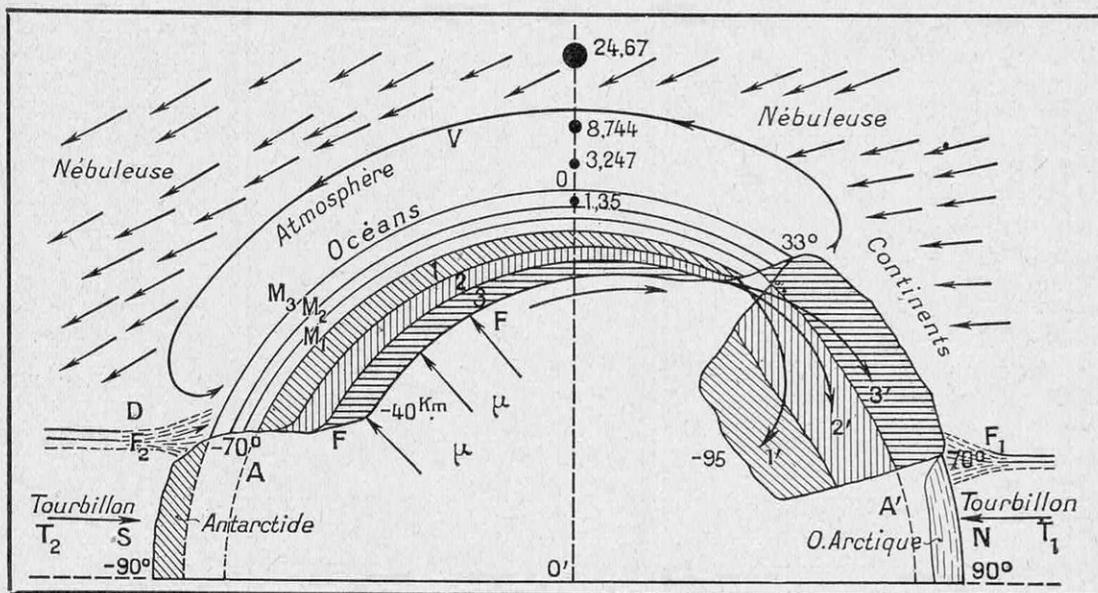

FIG. 3. — DEMI-COUPÉ DU SPHÉROÏDE TERRESTRE AU MOMENT DU DÉLUGE AUSTRAL PRIMITIF QUI CREUSE LE FOND DES MERS ET ÉDIFIE LES CONTINENTS
La figure 3, présentée à l'Académie des Sciences le 25 mai 1936, figure la demi-coupe du sphéroïde terrestre au moment du déluge austral primitif. Le noyau anhydre primitif avait alors un diamètre AA' nettement supérieur à celui qui est figuré dans la figure 2.
Dans la figure 3, j'ai supposé trois couches d'érosion 1, 2, 3 correspondant aux niveaux M_1, M_2, M_3 des mers primitives. Les couches d'érosion diminuent d'épaisseur en allant vers le nord, parce que l'élargissement des parallèles depuis 70° sud diminue la vitesse de l'eau allant du sud au nord sur le noyau AA' , et parce que la chaleur de ce noyau évapore une partie de cette eau. Il est facile de voir que la masse 2 érodée se superposera au nord à la masse 1 et que,
Revenons maintenant aux enseignements que nous allons encore tirer de la figure 3. On y lit que l'ensemble 1', 2', 3' de la masse continentale provenant des masses 1, 2, 3, les plus légères du noyau primitif, doit avoir une densité moyenne plus faible que le fond des mers μ, μ qui remontera par *isostasie* jusqu'à son niveau actuel. J'ai pu calculer que la plus grande profondeur d'érosion du déluge austral primitif a été de 40 km, puisque les géophysiciens américains ont trouvé que le niveau de *compensation isostatique* est, sous les continents, au niveau — 95 km. Mais il faut définir ces deux termes : *isostasie* et *compensation isostatique*.
Pratt — qui, le premier, parla d'isostasie — était dans le vrai quand il pensa qu'à l'origine les couches terrestres augmentaient de densité en profondeur : c'est sa théorie que nous adopterons exprimée par les couches 3, 2, 1 de la figure 3. Mais, après Pratt, Airy — suivi par Suess — a adopté une autre théorie de l'isostasie exposée ici même par le professeur Houllevigue (1). D'après la figure 3, il semble bien que le fond des mers australes doit être plus dense que celui des mers boréales. Comment vérifier cette induction ? En mesurant l'intensité g de la pesanteur à la surface des mers.
Finalement, les continents émergent des mers parce qu'ils sont moins denses que le fond des mers jusqu'au niveau — 95 km de compensation isostatique. Or, la figure 3 montre que le fond des mers ne provient pas des mêmes parties du noyau que les continents ; il y aurait donc le plus grand intérêt à sonder le fond des mers australes, et même à y prélever une *carotte*, comme on le fait dans les mines terrestres.